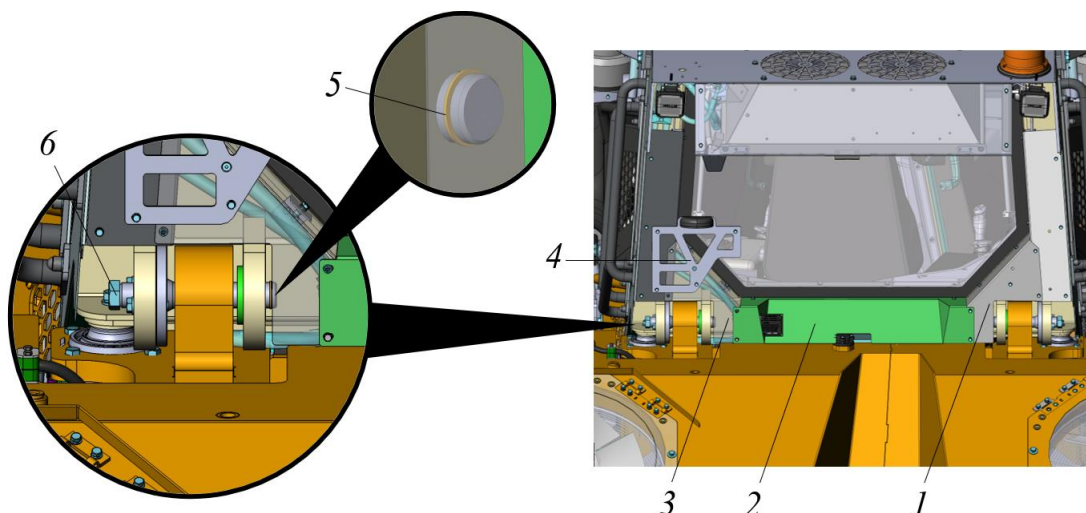

Рисунок 5.33. Демонтаж осей поворота кабины
- ▶ Ключом  на 10 выкрутить крепеж бампера заднего 2 и снять его, рис. 5.33.
- ▶ Вкрутить поворотные оси в задние опоры кабины. Установить стопорные кольца. Смонтировать левую и правую зашивки, установить бампер задний. Установить рамку номерного знака (если снималась). Подключить электрический разъем подсветки номерного знака, см. рис. 5.33.